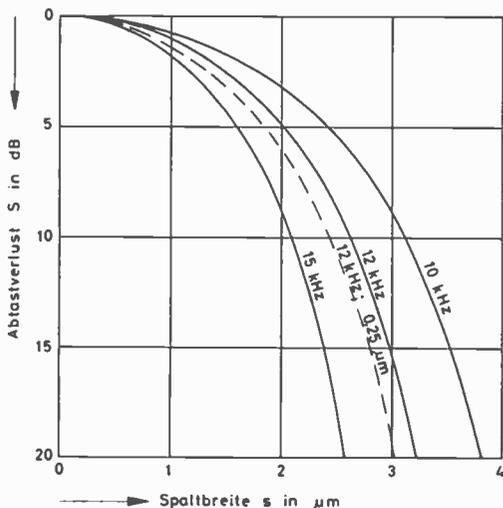

Bild 5 Spaltverluste als Funktion der Spaltbreite bei 4,76 cm/sek.; gestrichelt: mit zusätzlicher Kantenverrundung von 0,25 µm Radius
Leider lassen sich die hier vorliegenden Verhältnisse, insbesondere der Einfluß der Spalllänge (Spurbreite) nicht sehr anschaulich diskutieren: in Bild 5 sind für einige aufgezeichnete Frequenzen die Abtastverluste als Funktion der Spaltbreite aufgetragen (6), und wir können dem Diagramm als groben Richtwert entnehmen, daß sich die Abtastverluste eines 2-µm-Spalttes bei 12 kHz bereits um 1 dB für eine Spaltverbreiterung von etwa 0,1 µm erhöhen (zum Vergleich: 0,1 µm liegt als Wellenlänge weit im Ultraviolett und entspricht etwa dem fünfzigfachen Radius des Sauerstoffmoleküls).
Die ausgezogenen Kurven in Bild 5 wurden unter der Voraussetzung absolut scharfer Spalkanten berechnet, d. h. von Spalkanten, deren Abrundungsradius sehr klein gegen die Spaltbreite ist. Wir haben zur Verdeutlichung des Einflusses einer Spalkantenverrundung in Bild 5 die 12-kHz-Kurve für einen Verrundungsradius von 0,25 µm gestrichelt eingezeichnet, wodurch sich für den 2-µm-Spalt nochmals ein zusätzlicher Verlust von 1 dB ergibt (7).